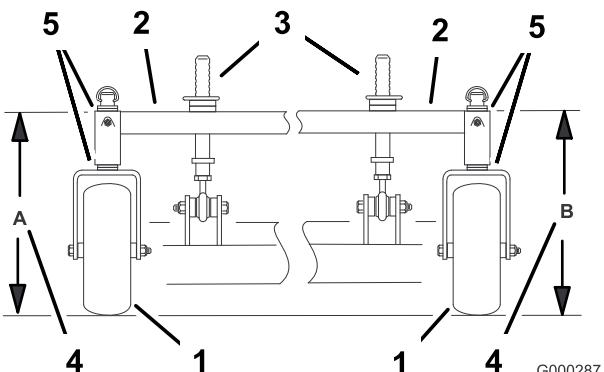

Figura 69
- Mida la altura del bastidor de tiro en la posición **A** (Figura 69).
- Mida la altura del bastidor de tiro en la posición **B** (Figura 69).